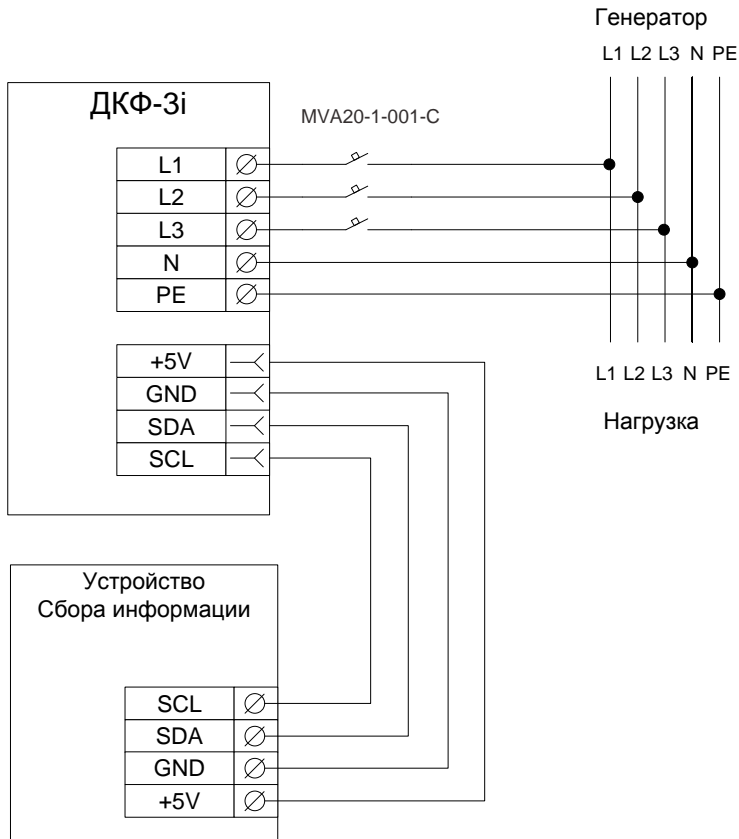

Рис. 1. Схема подключения
- 3.2 Выполните монтаж изделия, согласно схеме показанной на Рис. 1.